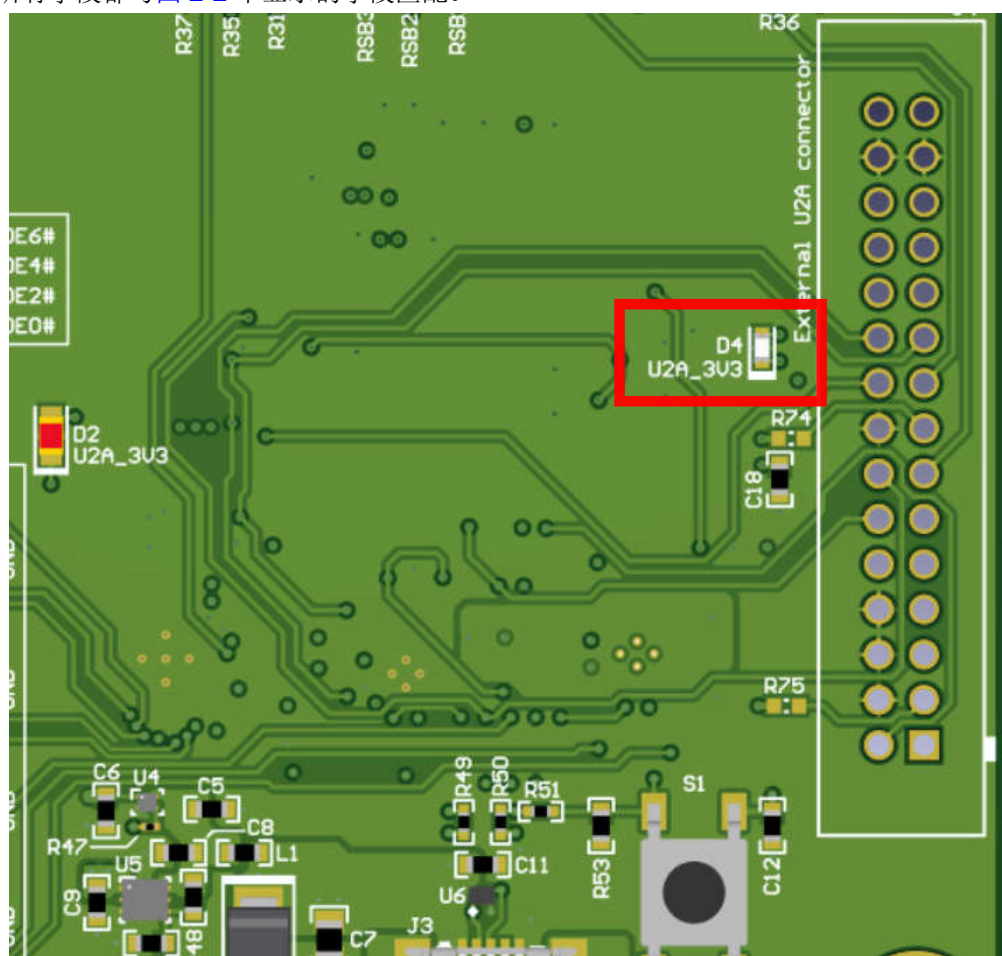

图 2-1. USB LED
- iii. 点击 *Identify* 使 LED 闪烁，如图 2-1 所示。点击 *Identify* 按钮后，LED 会以约 0.5 秒亮、0.5 秒灭的频率快速闪烁约 5 秒钟。这样可确认与电路板的连接。但请注意，已连接到 PC 但未通过 TICS Pro 实例连接的 *USB2ANY* 器件，可能会持续以亮 1 秒、灭 1 秒的慢速闪烁。